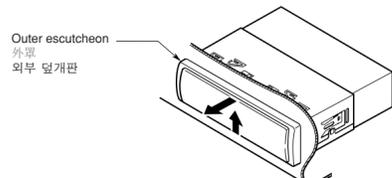

Figure 8 / 图 8 / 그림 8
- Press the outer escutcheon upward and remove it (Figure 8).
- 向上按压外罩将其取下。（图 8）